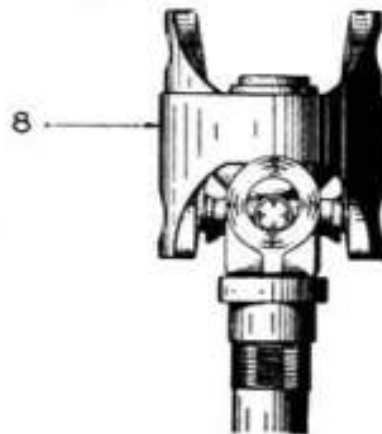

Fig. 34. — Mise en place de la mâchoire double sur la fusée.
Monter la mâchoire double (8) (fig. 34), sur la fusée.